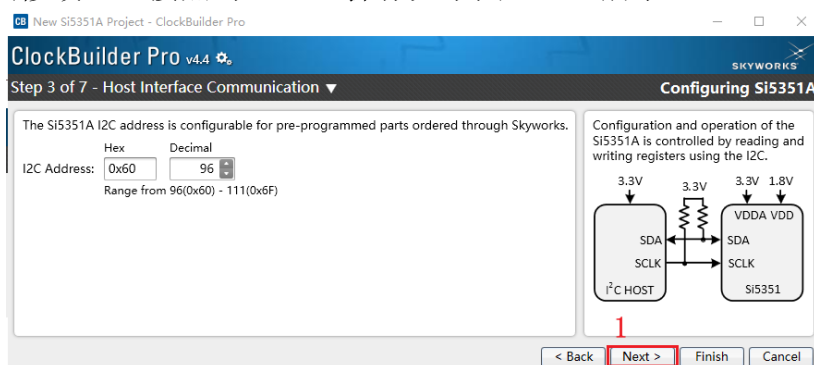

图 12.20 设置器件地址
7. 选择 I2C 的器件地址，在实验中器件地址是通过 MDK 软件设置的，在这里不需要修改，直接点击 Next，操作如下图 12.20 所示。